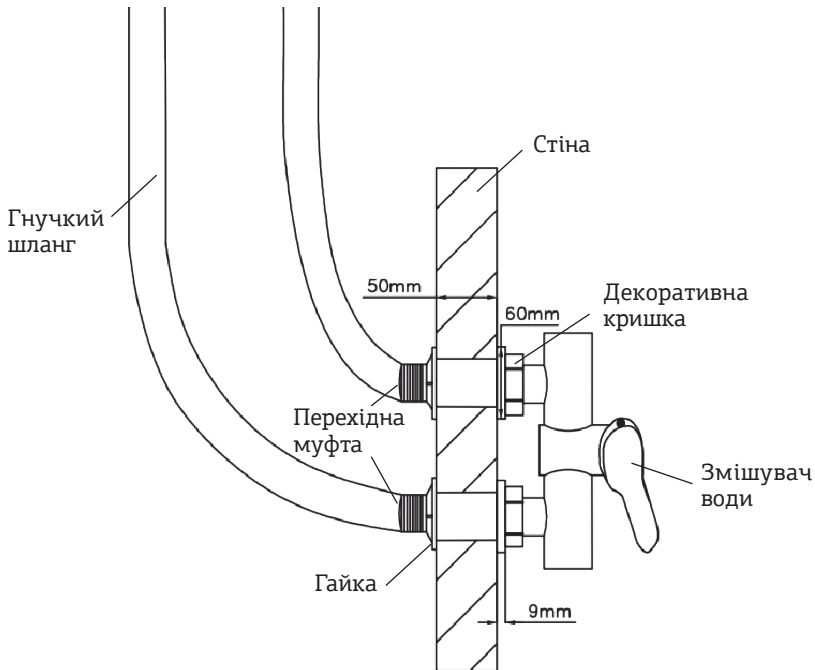

Рис. 2
2. М'яке підключення: установка змішувача води за допомогою гнучкого шланга: див. рис. 2